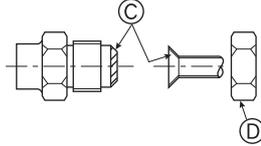

Fig. 4-8
(A) (Fig. 4-8)
(B) (Fig. 4-8)
### 4.2. Boruların bağlanması (Fig. 4-8)